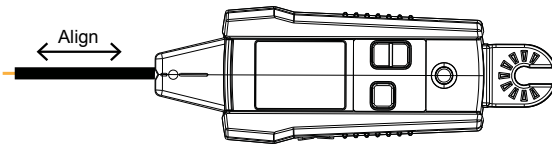

Figura 3.1f
3. Para obter melhores resultados durante a localização de cabos com eletricidade, alinhe a ranhura do sensor de ponta com a direção do cabo, como ilustrado (ver figura 3.1f/g). O sinal poderá não ser detetado se o alinhamento não for correto. Para verificar a direção do cabo, rode periodicamente o recetor AT-6000-RE em 90 graus. A intensidade do sinal será mais elevada quando o cabo estiver alinhado com a ranhura no sensor de ponta.
3. Para obter melhores resultados durante a localização de cabos com electricidade, alinhe a ranhura do sensor de ponta com a direção do cabo, como ilustrado (ver figura 3.1f/g). O sinal poderá não ser detetado se o alinhamento não for correto. Para verificar a direção do cabo, rode periodicamente o recetor AT-6000-RE em 90 graus. A intensidade do sinal será mais elevada quando o cabo estiver alinhado com a ranhura no sensor de ponta. Dependendo do sinal detetado, o AT-6000-RE mudará automaticamente para o modo com electricidade ⚡ ou sem electricidade ⚡ e exibe essa informação no LCD. Não é necessária qualquer configuração manual.